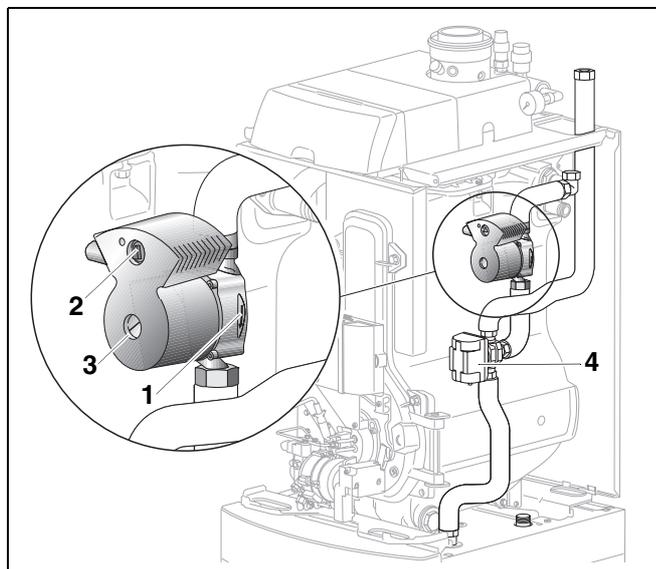

Fig. 30 Pompa di circolazione della caldaia Logano G135T
causato dall'allentamento della vite di controllo (fig. 30 a pagina 35) sulla pompa di circolazione a caldaia calda.
- Portare la pompa di circolazione sulla posizione media (fig. 30, **pos. 2**).
Impostando la pompa a uno stadio inferiore, si riduce il confort dell'acqua calda (fig. 30, **pos. 2**).